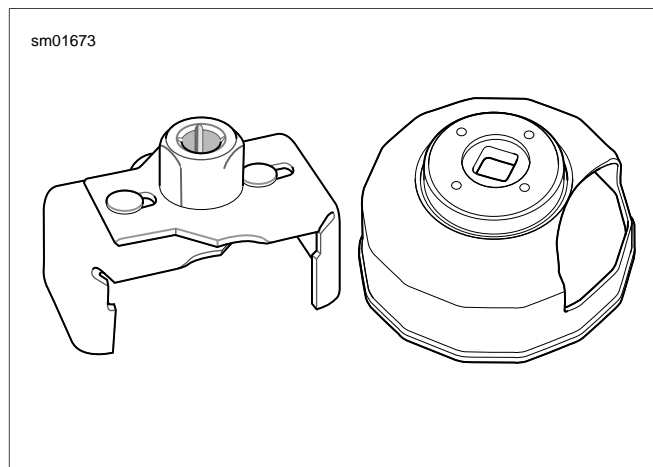

Figure 1-4. Clés à filtre à huile
4. Voir Figure 1-4. Retirer le filtre à huile à l'aide de la CLÉ À FILTRE À HUILE (n° de pièce HD-42311) ou la CLÉ À FILTRE À HUILE (n° de pièce HD-44067). Nettoyer la surface de montage du filtre à huile de tout matériau de joint usé.